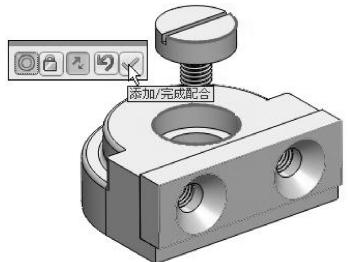

图 7-45 零部件的同轴心配合
- 08 选择活动钳口顶部的孔边线与开槽圆柱头螺钉的边线作为要配合的实体，完成【同轴心】配合，如图 7-45 所示。